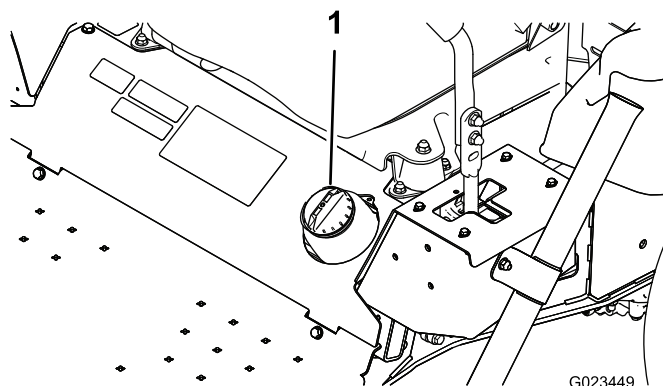

図 17
1. 燃料タンクのキャップ 図 17 の周囲をきれいに拭く。